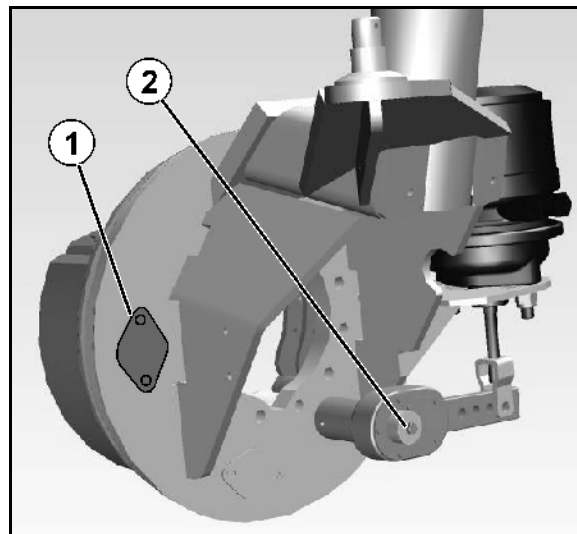

Fig. 159
Dans la plaque d'ancrage du tambour de frein se trouve un trou de visite (Fig. 159/1) permettant de vérifier l'usure des garnitures de frein.
2. Visser complètement la vis (Fig. 159/2) puis desserrer d' $\frac{1}{4}$ de tour.